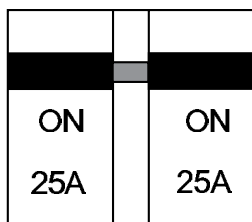

Figure 20. Disjoncteur principal (ON)
- Placez le disjoncteur **GFCI** (Figure 20) en position **ON**.